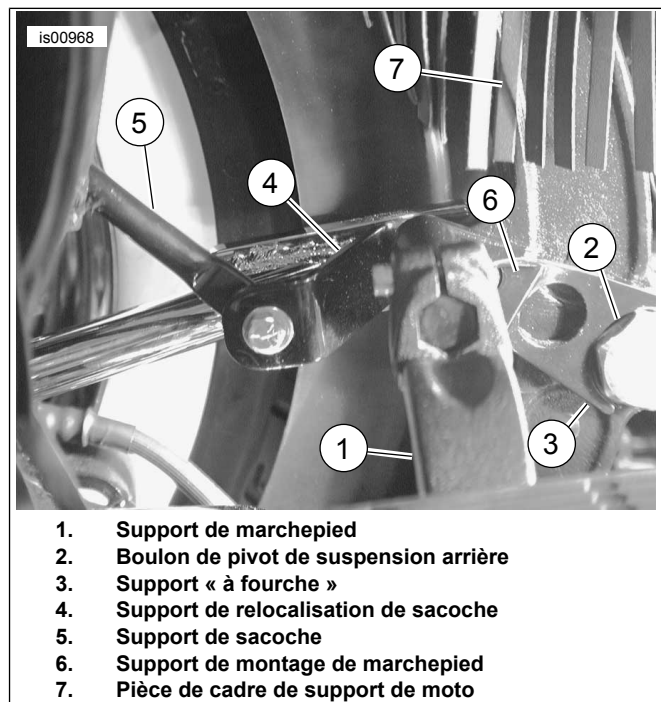

Figure 3. Montage de marchepied
6. **Sur les modèles avec appui-pied de passager et support de relocalisation de sacoche, voir la Figure 2. Sur les modèles avec appui-pied de passager et boîte à outils : Sur les modèles avec kit de marchepied de passager (50602-00), voir la Figure 3.**